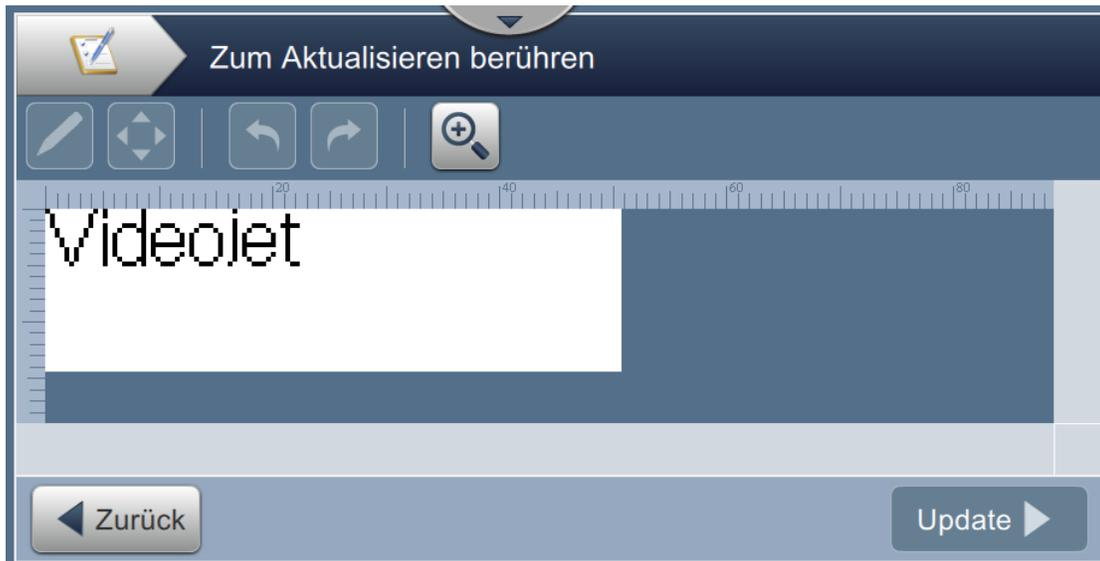

Abbildung 5-18: Auftrags-Editor.
3. Zum Bearbeiten eines Felds mit Benutzeraufforderung berühren Sie das Feld und anschließend die Schaltfläche  (siehe Abbildung 5-18).
5. Um die Position des Feldes zu verschieben, berühren Sie das Feld und anschließend  (siehe Abbildung 5-18).